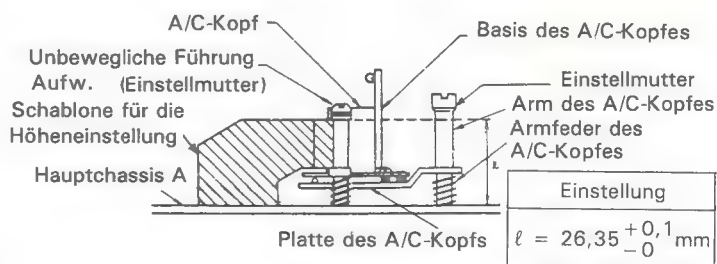

Abbildung 22
1. Die Schablone für die Höheneinstellung der Führung auf Hauptchassis A anbringen, wie in Abbildung 22 gezeigt.